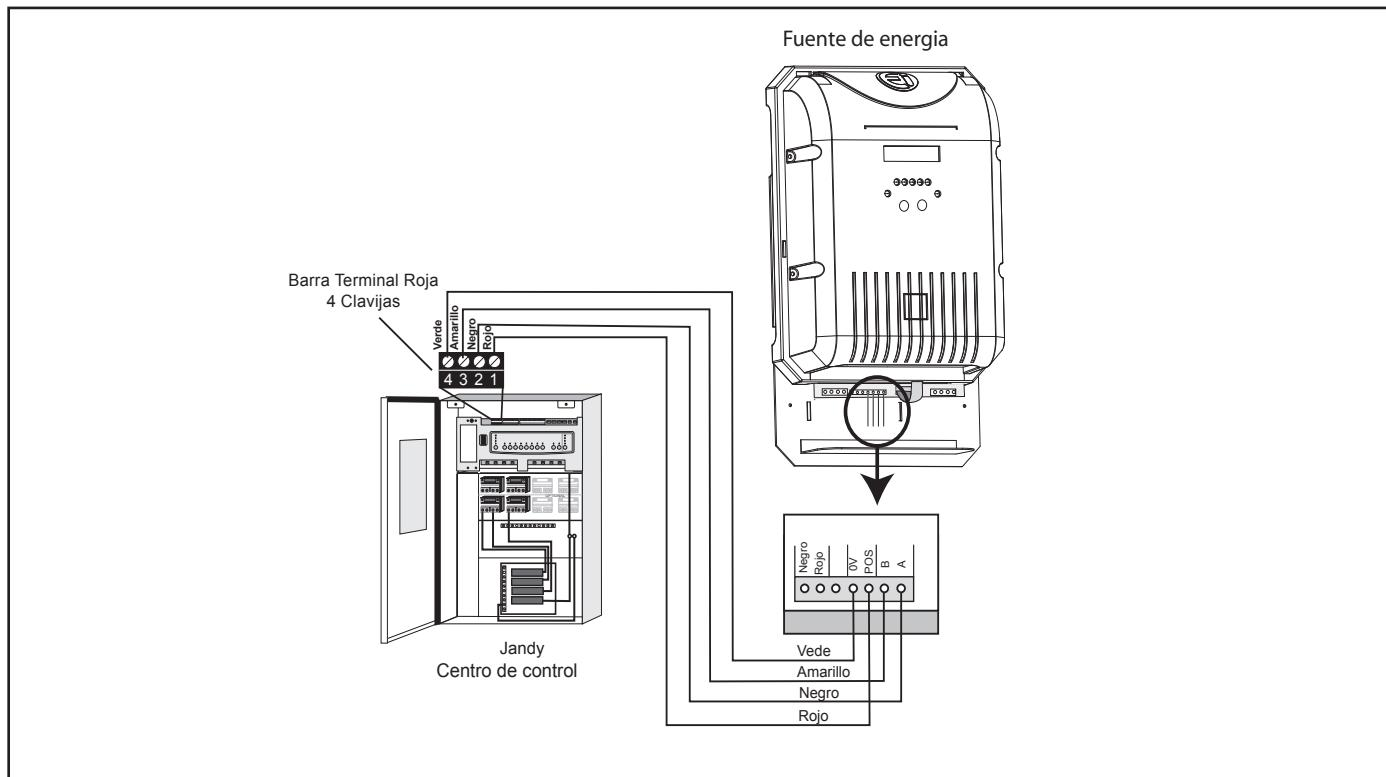

Figura 21. Communicación del cableado entre el suministro de energía y el AquaLink RS o la red PDA
7. El Jandy AquaLink® RS o PDA y la fuente de energía utilizan un cable de cuatro (4) conexiones para comunicación y se pueden conectar hasta 152,4 m (500 pies) de distancia. Todo cable conductor para el exterior, de un mínimo 0,33 mm2 (#22 AWG), puede ser utilizado. Localice los tornillo de terminales apropiados en la placa de circuito y conecte la fuente de energía del AquaLink RS o barra terminal roja de 4-pin del PDA (ver figura 21).